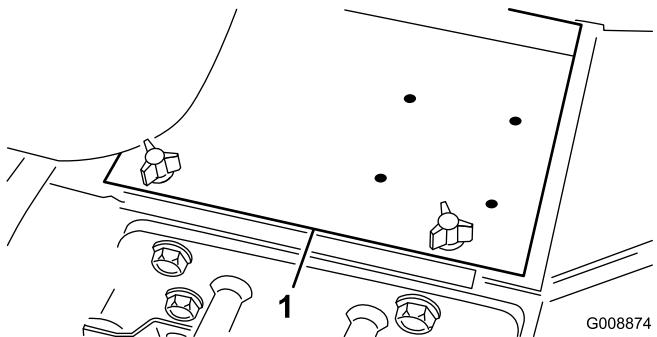

Figura 4
- Togliete il coperchio della batteria (Figura 4).